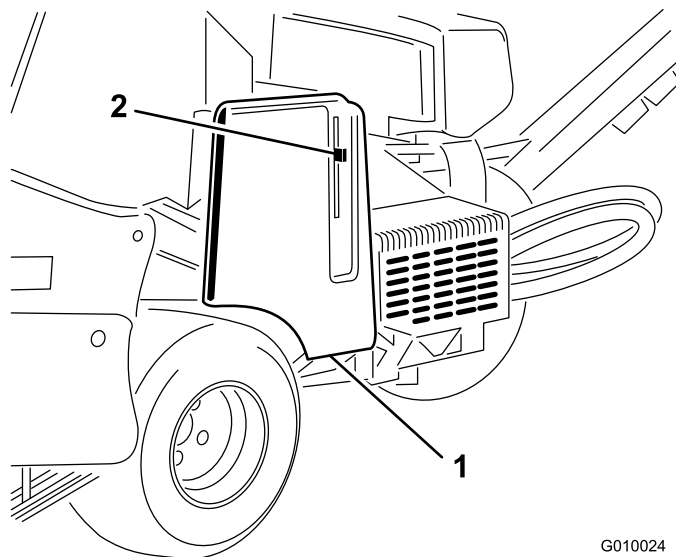
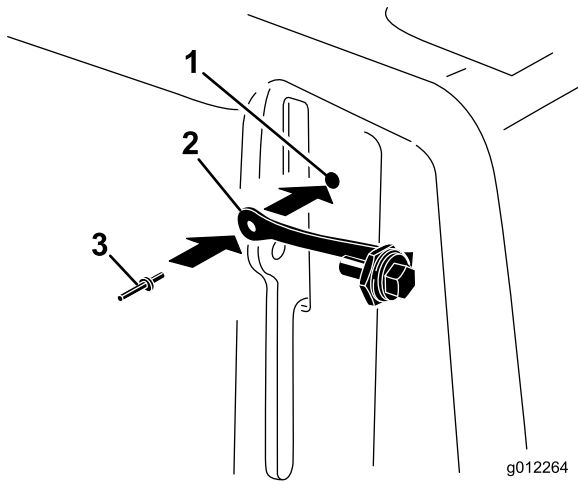

Figura 6
Figura 7
1. Localize o furo na cobertura da correia junto da alavanca de bloqueio (Figura 6 e Figura 7).
2. Utilizando o furo na cobertura da correia, instale o conjunto do cordão com um rebite cego (Figura 7).